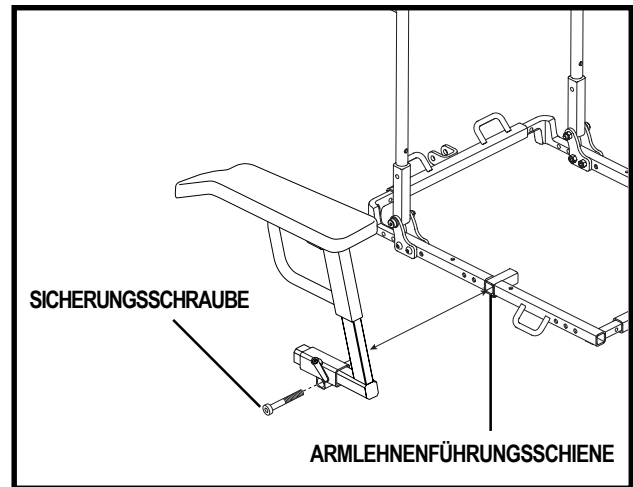

Abb. 14. Einstellung des Armlehnabstandes
1. Lösen Sie die Sicherungsschraube, die sich in der Armlehnenführungsschiene befindet. Siehe Abb. 14.